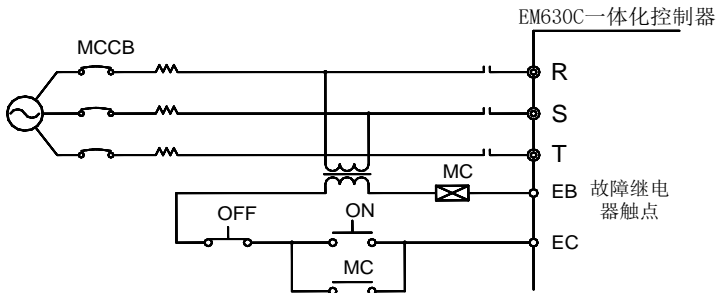

图 2-5 接入输入断路器
- MCCB 与多台控制器或其他设备共用时，请按图 2-5 所示，将控制器故障输出继电器触点串入电源接触器线圈，故障信号可断开电源。
按图 2-5 所示接入与控制器功率匹配的电磁接触器。